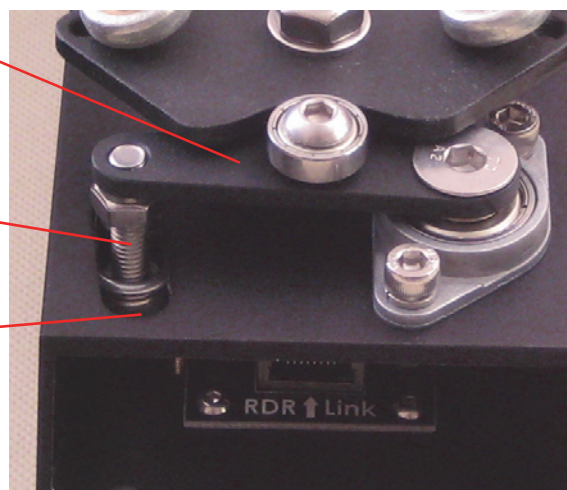

Рис. 2.2.
- 3.2. Проверьте, что в этом положении педали подпружиненный винт, вкрученный в прижимную планку, отстоит от границы отверстия на несколько миллиметров (рис. 2.2).